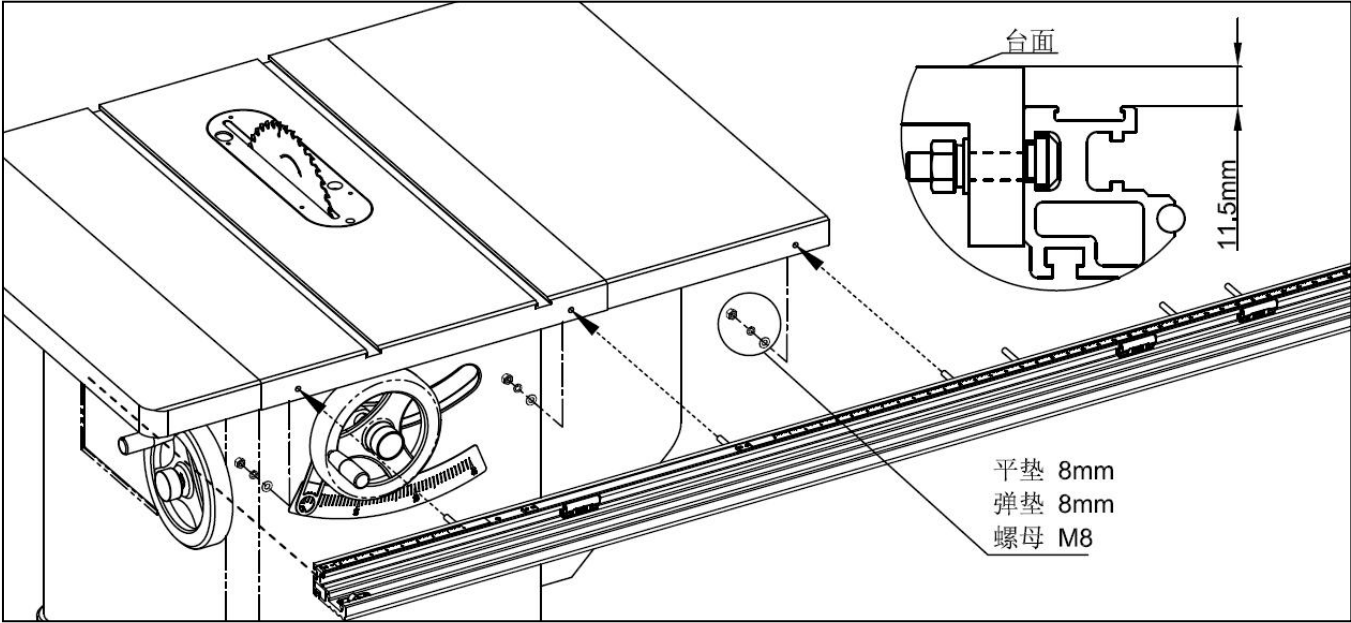

图 6-4
(2) 如图 6-4 所示，安装前导轨组件，预紧螺母。在确保导轨顶面距离台板工作面 11.5mm，及导轨端面与左副台板外侧对齐的情况下锁紧。